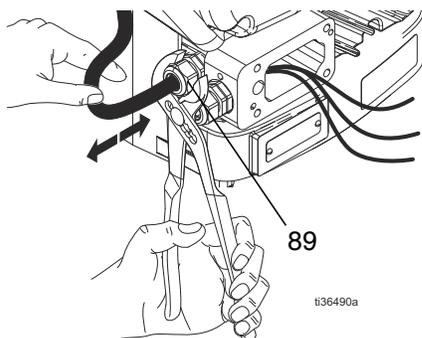

FIG. 13: Retire los cables del ventilador
1. Pase los cables a través de la empuñadura del cable del ventilador (89) conectada al controlador (consulte FIG. 13 en la página 18).
5. Apriete la empuñadura del cable del ventilador (89) (consulte FIG. 13 en la página 18).